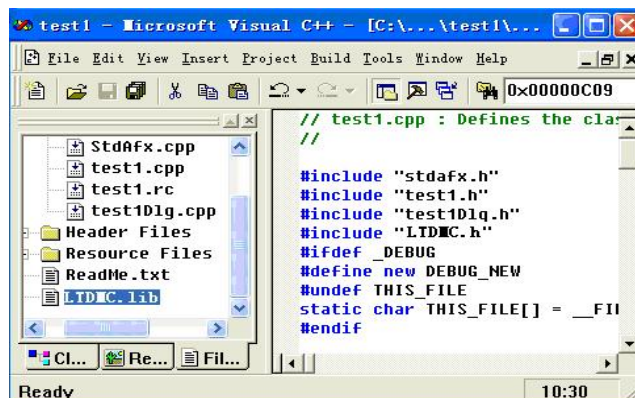

图 5.8 程序增加头文件
10) 打开 test1.cpp 文件，在程序开始部分添加相应语句：#include “LTDMC.h”，如图 5.8 所示。